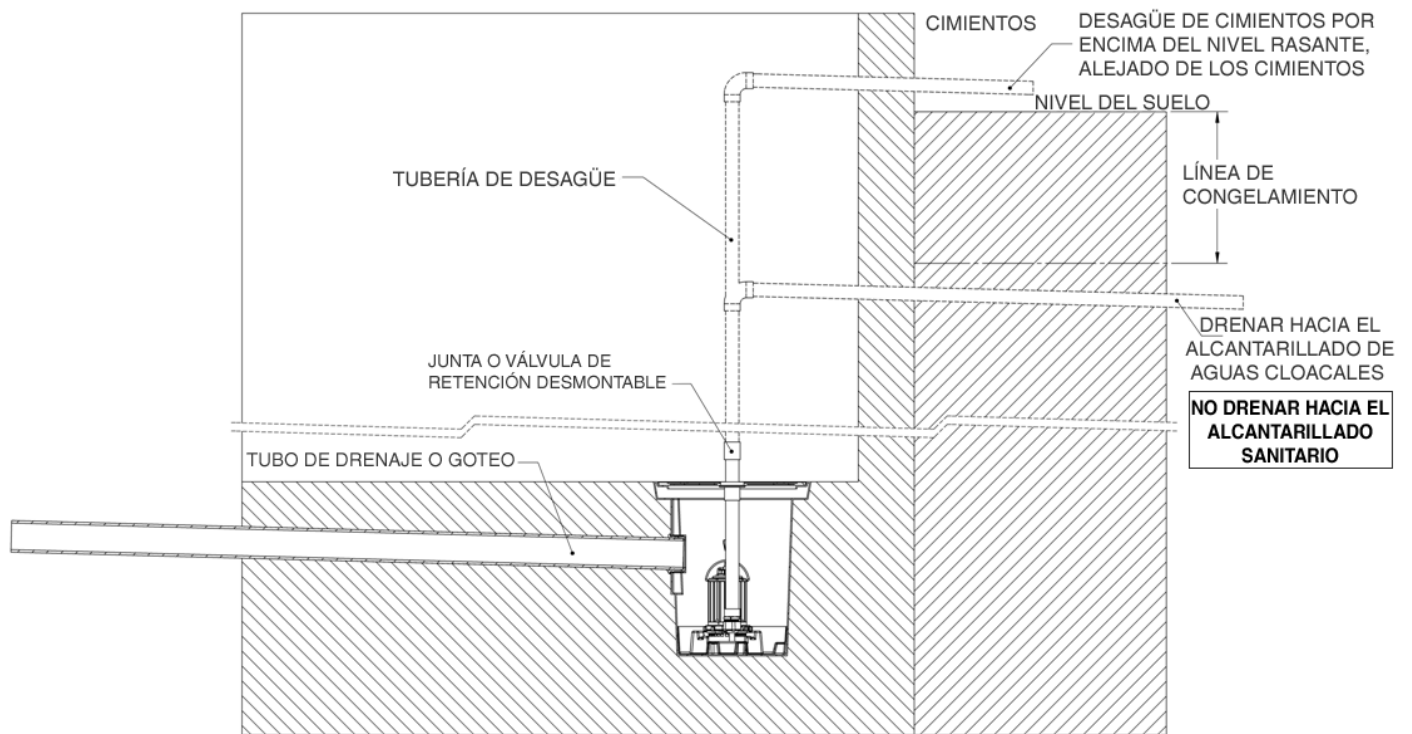

Fig. 1 – Instalación residencial típica
- A. **ADMISIÓN:** las cubetas SPAC-237, SPAC-457 y SPAC-S37 se suministran con dos (2) arandelas aislantes para tuberías de admisión de 4 pulgadas. Para instalar una tubería de admisión, primero debe taladrarse con una sierra de perforación un orificio de 4 pulgadas de diámetro en la ranura de admisión que se encuentra en el lateral de la cubeta. Luego, inserte la arandela de aislamiento suministrada en la ranura del lateral del tanque donde acaba de perforar el orificio. Finalmente, pase la tubería por la arandela de aislamiento hasta que quede completamente asentada contra el tope. Si se desea una tubería de admisión adicional, repita los pasos indicados anteriormente para el lateral opuesto del tanque.
- C. **VÁLVULA DE RETENCIÓN:** las cubetas SPAC-237, SPAC-457 y SPAC-S37 no se suministran con válvulas de retención. Si los ciclos de la bomba son cortos, entonces se debe usar una válvula de retención. De esta manera se evita que el agua drene hacia atrás por la manguera de desagüe y dentro de la cubeta. Cuando use una válvula de retención, se debe proteger la tubería de desagüe contra temperaturas heladas instalando el desagüe a una profundidad por debajo del nivel del suelo y de la línea de congelamiento. Vea la Fig. 1
- D. **CABLE DE ALIMENTACIÓN:** el cable de alimentación de la bomba lleva un conector a tierra y un enchufe de tres (3) espigas con conexión a tierra. Se debe conectar a un tomacorriente de tres cables con fusibles independientes y